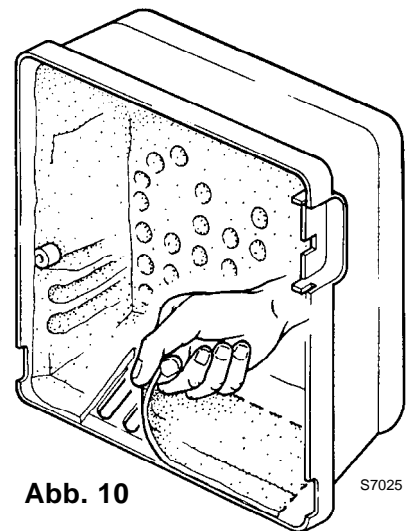

Abb. 10
**C** In dem Modell BS4 Typ 914T1, um den Betrieb für eine Leistung vom 220 ÷ 246 kW zu gewähren, die geschnittene Geräuschdämmung wegnehmen, so werden die zusätzlichen Schlitze des Lufteingangs auf der Verkleidung frei gemacht (siehe Abb. 10).